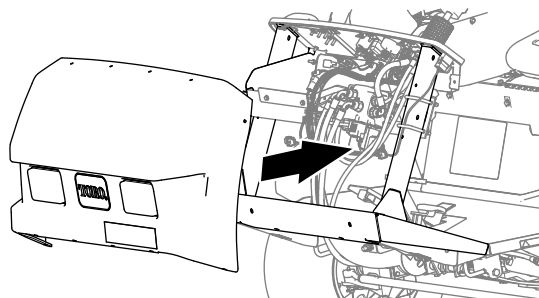

Bild 139
1. Fluchten Sie die Löcher in der Motorhaube mit den Löchern im Rahmen der Maschine aus (Bild 139).